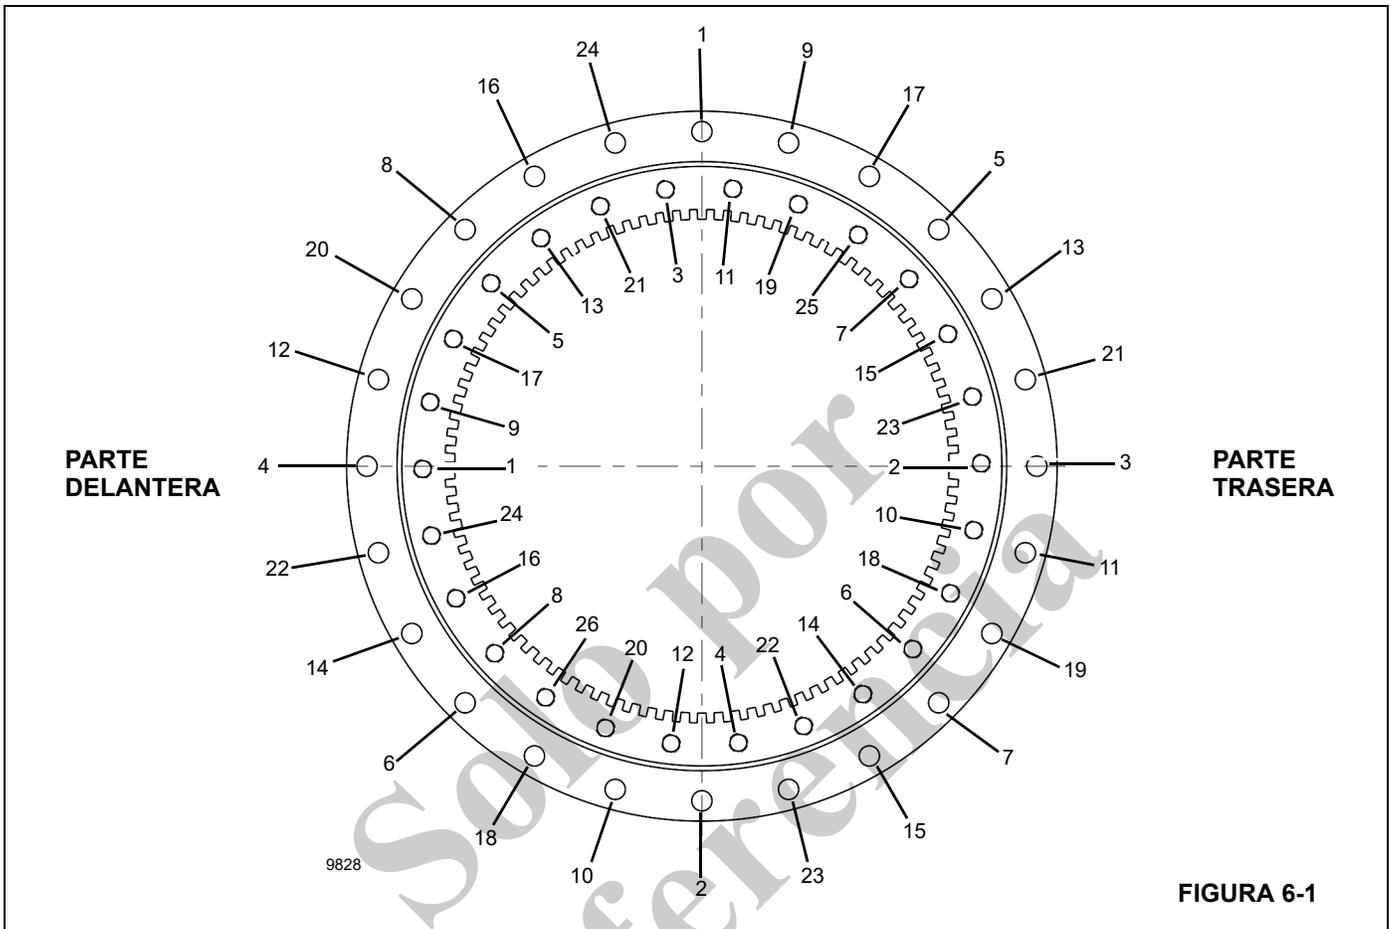

FIGURA 6-1
La pista interior del cojinete se fija a la torreta por medio de 26 pernos (Figura 6-1). La pista exterior del cojinete se fija al chasis por medio de 24 pernos (Figura 6-1).
3. Apriete todos los pernos a un 80 % del valor de par de apriete especificado siguiendo una secuencia de patrón en estrella como se muestra en la Figura 6-1, comenzando con el perno número 1. Consulte "Sujetadores y valores de apriete" en la página 1-8.
3. Apriete todos los pernos a un 80 % del par de apriete especificado siguiendo una secuencia de patrón en estrella como se muestra en la Figura 6-1, comenzando con el perno número 1. Consulte "Sujetadores y valores de apriete" en la página 1-8.